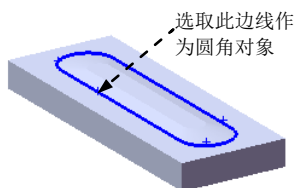

图 17.10.20 定义圆角 2 参照
Step8. 创建圆角 2。要圆角的对象为图 17.10.20 所示的边线, 圆角半径为 10.0。